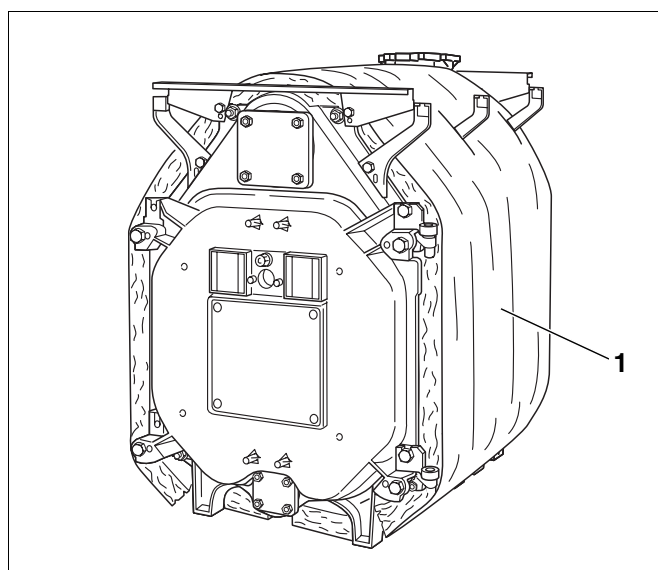

Fig. 41 Bloc de cazan cu termoizolație
- Izolația termică livrată o dată cu cazanul (fig. 41, **poz. 1**) corespunde mărimii cazanului. Izolația termică se montează în ordinea indicată de schema din figura 42 pe blocul cazanului (cifrele de deasupra schemei termoizolației desfășurate corespund numărului de elemente de cazan).